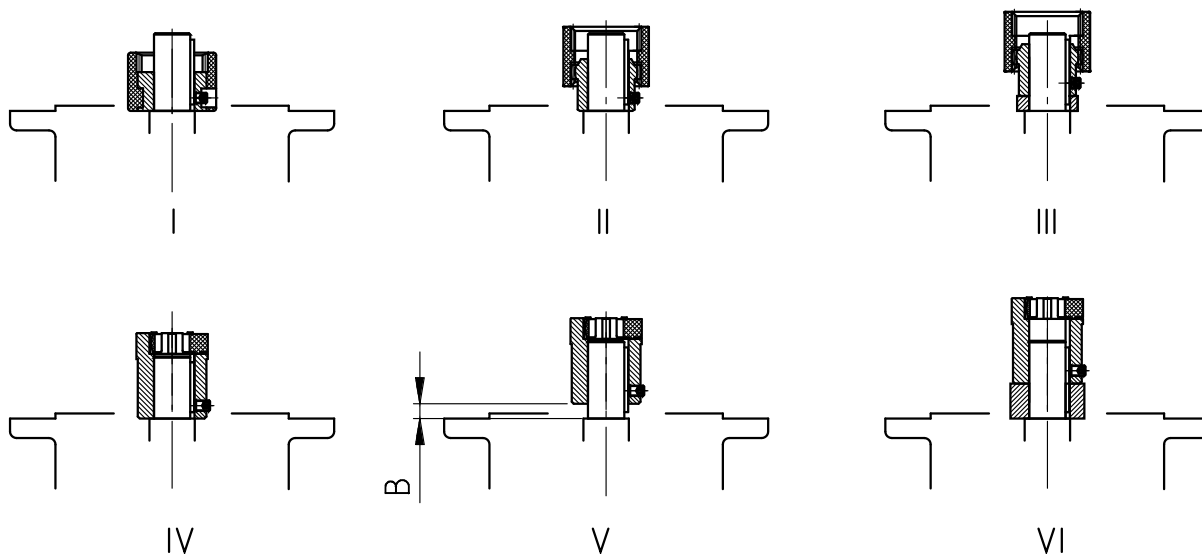

Figura 16: montaggio di diverse tipologie di giunto sull'albero motore
3. Posizionare il semigiunto sull'albero motore, in modo che la linguetta del motore vada a inserirsi nella scanalatura del semigiunto. Calettare il semigiunto secondo le indicazioni del costruttore del motore. Per i riduttori coassiali standard, rispettare la misura B tra il semigiunto e il collare (vedere "Figura 16"). Con alcuni **adattatori NEMA** la posizione del giunto deve essere regolata come indicato sulla targhetta adesiva.
4. Montare la linguetta in dotazione (vedere "Figura 16: montaggio di diverse tipologie di giunto sull'albero motore")
8. Montare il motore sull'adattatore. Montare anche il pignone e/o la bussola dentata in dotazione (vedere Figura 16: montaggio di diverse tipologie di giunto sull'albero motore). Per l'adattatore AN360TC e AN400TC, fissare prima la flangia dell'adattatore al motore e poi avvitare il motore all'adattatore.